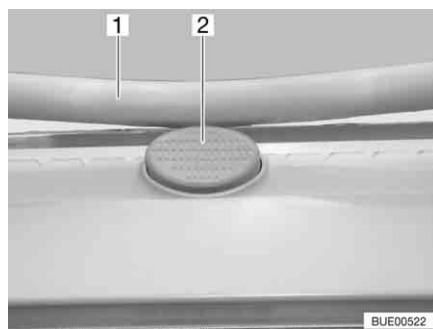

Fig. 40 Bottone di sicurezza (oblò Heki)
Apertura: ■ Premere il bottone di sicurezza (Fig. 40,2) e tirare verso il basso la staffa (Fig. 40,1) con entrambe le mani.
- Premere la staffa verso l'alto con ambedue le mani, finché la staffa non poggia al di sopra del bottone di sicurezza (Fig. 40,2).
- Premere il bottone di sicurezza (Fig. 40,2) e tirare verso il basso la staffa (Fig. 40,1) con entrambe le mani.